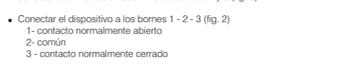

Fig. 2
- conectar la alimentación 230V – a los bornes N y L (fig. 2)
- Conectar el dispositivo a los bornes 1 - 2 - 3 (fig. 2)